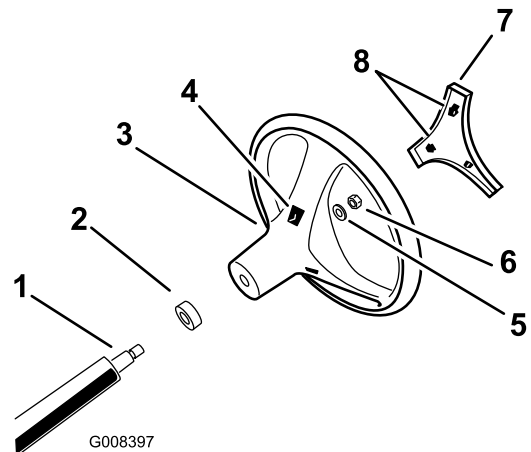

Bild 3
- Befestigen Sie das Lenkrad mit der Sicherungsmutter an der Welle und ziehen diese bis auf ein Drehmoment von 24-29 N·m fest. Bild 3
- Fluchten Sie die Nasen der Abdeckung mit den Schlitten im Lenkrad aus und lassen Sie die Abdeckung an der Lenkradnabe einrasten (Bild 3).